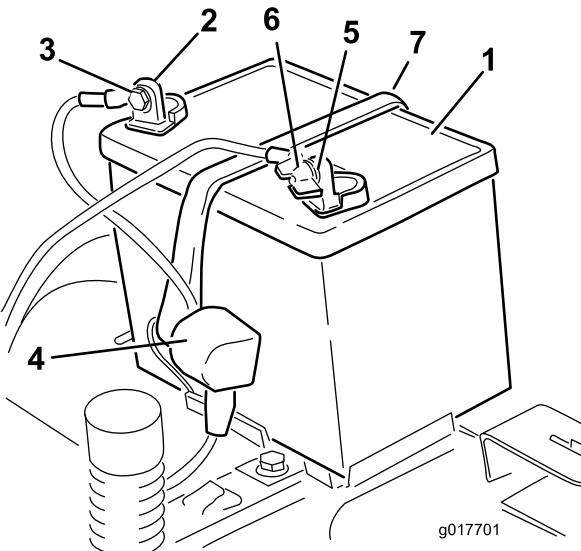

Рисунок 47
- Отсоедините отрицательный (черный) кабель от штыря аккумулятора (Рисунок 47).
- Отсоедините положительный (красный) кабель от штыря аккумулятора (Рисунок 47).
- Снимите прижим аккумулятора (Рисунок 47) и поднимите аккумулятор, чтобы снять его с поддона.